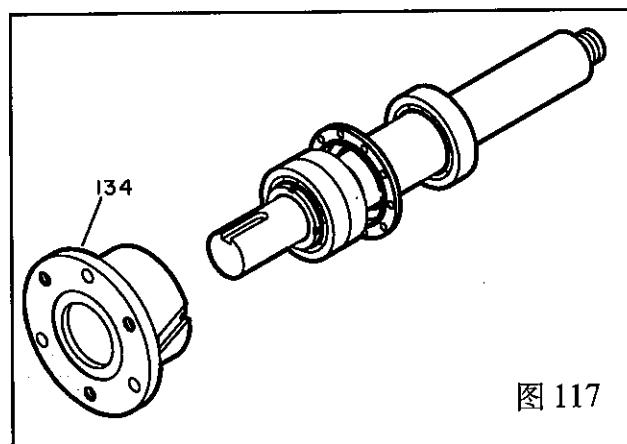

图 117
10. 将轴承座(134)安装到轴与轴承组件上。(图 117)